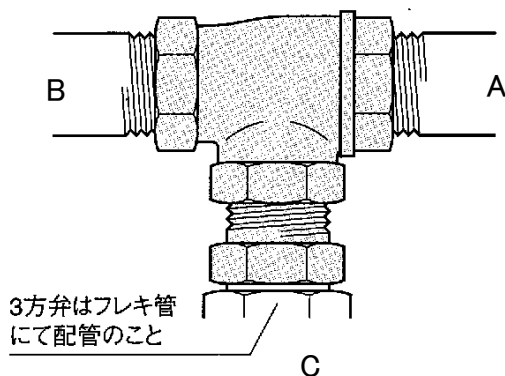

図12
- ⑧ 三方ボールバルブの配管接続は、図 12 の通りC側をフレキ管で接続されることを推奨します。